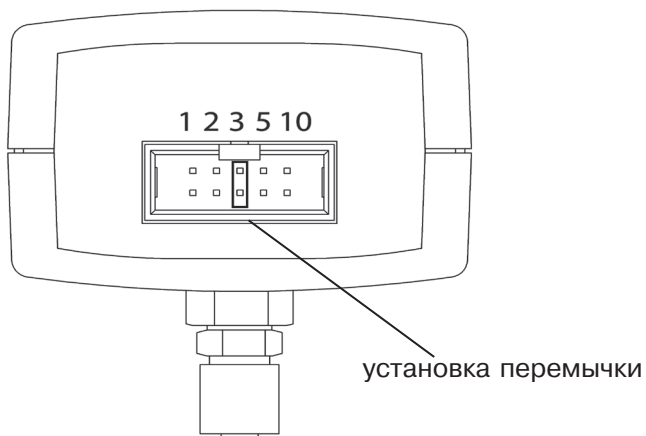

Рисунок 5. Пример установки переключки-джампера
Выбор диапазона индикации осуществляется перестановкой в разъеме (5) переключки-джампера (рис. 5) в соответствующее положение (табл.2).
Пример: для индикации уровня жидкости в ёмкости глубиной 2,8 м необходимо установить переключку-джампер в позицию «3» (диапазон индикации «0 – 3 м», см. рис. 5).